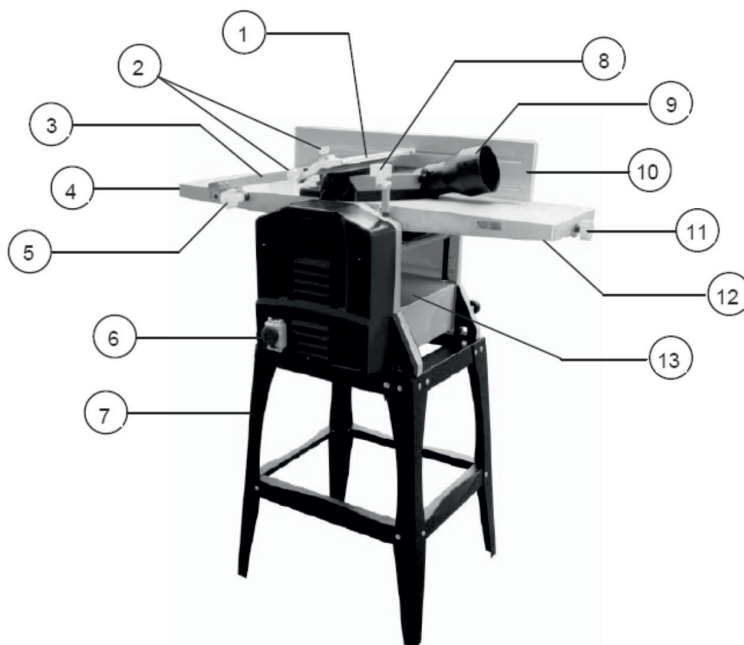

Рис. 1
5. Ослабьте фиксатор «b» и по шкале отрегулируйте угол направляющей планки «a». Ручкой 11 (рис. 1) отрегулируйте глубину среза. Максимальная глубина среза для фуганка 3мм.
1. Поворотом регулятора высоты стола подачи (11) установите высоту стола подачи (12), выбрав соответствующую глубину строгания по шкале (рис.1).
2. Установите защитную планку (1), как указано в пункте 6.
3. При строгании плоскости заготовок или кромки (боковой плоскости) установите угол наклона направляющей планки (10) относительно стола подачи (12) 90°.
4. При строгании фаски установите требуемый угол наклона направляющей планки (10) относительно стола подачи (12).
6. Регулятором высоты стола для рейсмуса (8), Рис.1, по шкале установите рабочий стол (13) в положение, соответствующее максимально толстому участку заготовки, после чего установите глубину строгания.
7. Подавайте заготовку обработанной стороной вниз по поверхности рабочего стола (13) со стороны выходного стола (4) до момента захвата заготовки протяжными роликами (автоматическая подача). По необходимости поддерживайте заготовку, не форсируя и не замедляя скорость прохождения заготовки.
Станок оборудован патрубком пылесборника (9), Рис.1, для удаления стружки и древесной пыли, к которому необходимо подсоединить и закрепить шланг пылесоса для сбора стружки и древесной пыли.